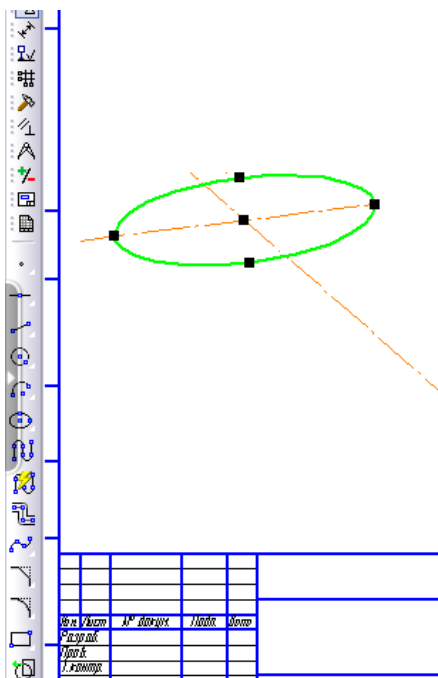

рис.35
12. Расположить эллипс по координатным осям (Нажмите левой кнопкой мыши на крайний левый или правый черный квадрат эллипса и потяните точки эллипса так, чтобы крайняя правая и левая точки располагались вдоль оси. (рисунок 35)